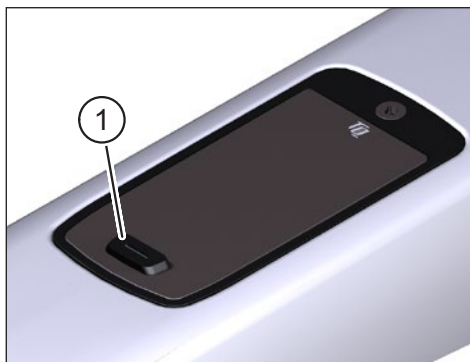

Fig. 2: Display
- ▶ Accendere l'unità premendo **brevemente** il pulsante (Punto 1 in Fig. 2) sul Display.
- ▶ Spegnere l'unità con una pressione **lunga** sul pulsante (Punto 1 in Fig. 2) sul Display.